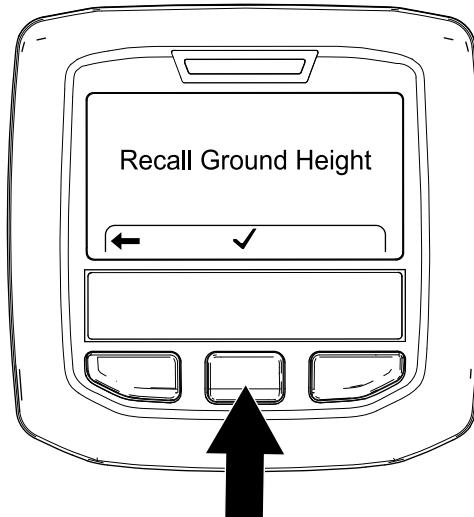

Рисунок 114
3. На экране Recall Ground Height (Вызов из памяти высоты от земли) (Рисунок 114) нажмите среднюю кнопку инфо-центра.